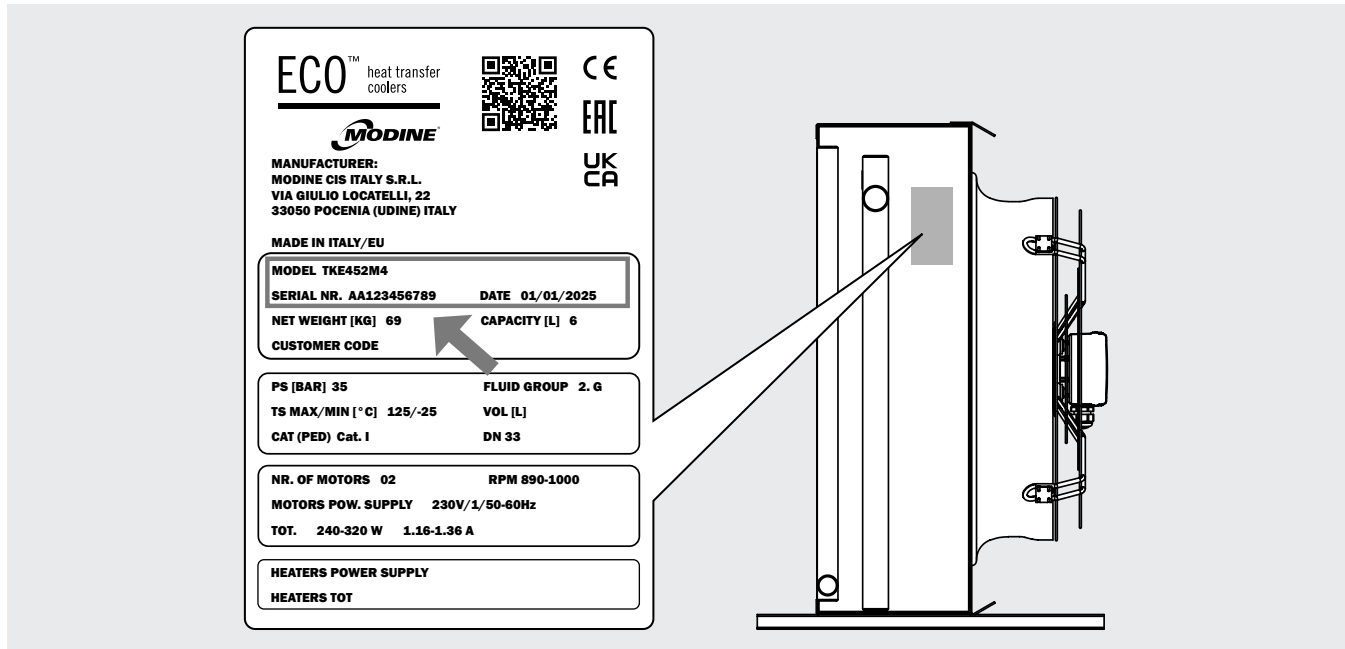

Abbildung 1
- 3.1 Für jegliche Kommunikation, Serviceanfragen oder Ersatzteile geben Sie bitte den Modellnamen und die Seriennummer an, die auf dem Typenschild angegeben sind (siehe Abbildung 1):